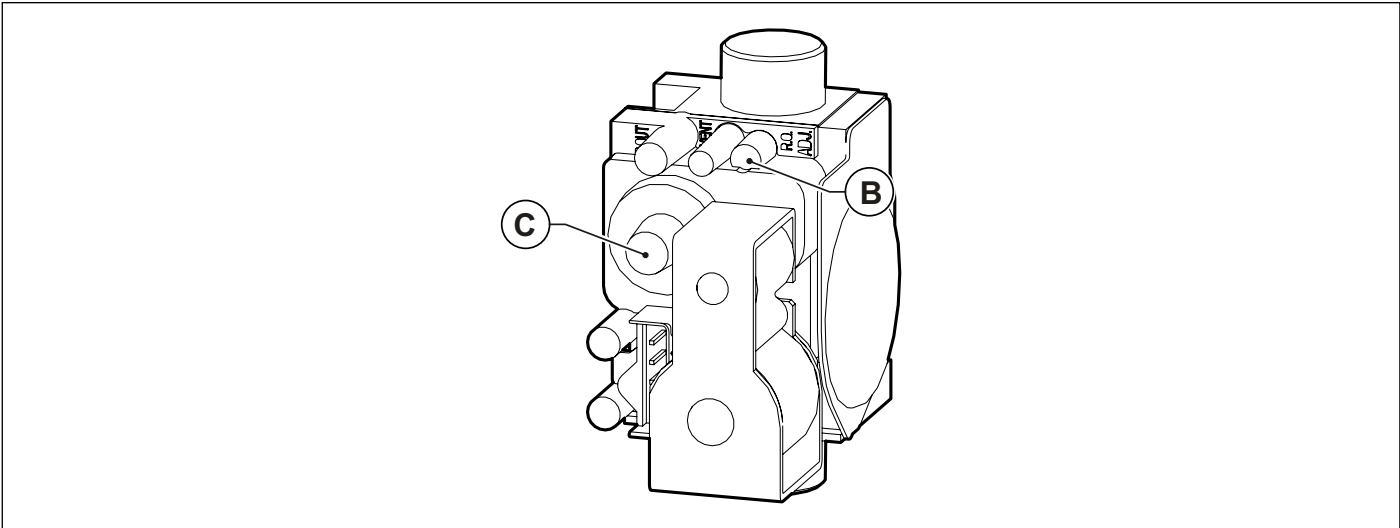

Fig. 25 Regulación valor anhídrido carbónico
- Regular el valor del anhídrido carbónico (CO2) en los humos girando el regulador de relación **B** (ver Fig. 25 Regulación valor anhídrido carbónico) y asegurarse de que no supere los límites de la Tab. 12 Valores de CO2 en los humos. Dejar la caldera en modalidad deshollinado y continuar en el paso siguiente de ajuste a la potencia mínima.
- Regular el valor del anhídrido carbónico (CO2) en los humos girando el regulador de offset **C** (ver Fig. 25 Regulación valor anhídrido carbónico) y asegurarse de que no supere los límites de la Tab. 12 Valores de CO2 en los humos.